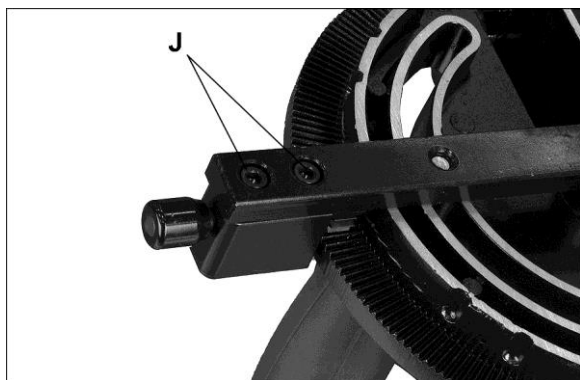

Рис. 16
7. Ослабить винт (F) и отрегулируйте указатель (G), пока он не покажет 0° .
8. Затяните винт (F).
9. Если вышеупомянутая методика не достаточно выравнивает упор для пиления под углом, ослабьте два винта (J, рис. 16) под смонтированным блоком и сдвиньте блок по мере необходимости. Затяните винты, когда закончите.